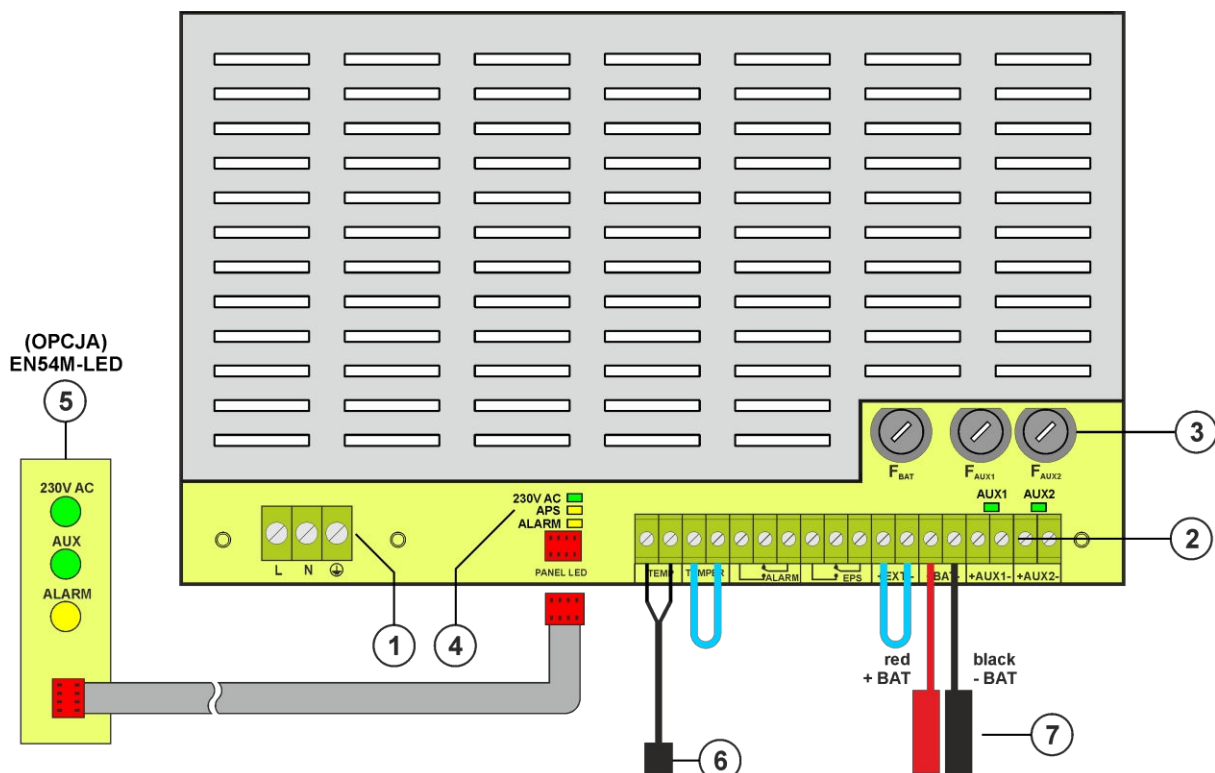

Fig. 2. Vista del modulo di alimentazione.
Tabella 1. Elementi del modulo di alimentazione (Fig. 2).
①	Connettore di alimentazione a 230 V con un terminale per il collegamento di un conduttore di protezione
②	Morsetti: TEMP – ingresso del sensore di temperatura della batteria TAMPER – ingresso del microswitch antimanomissione Ingresso chiuso = nessuna segnalazione Ingresso aperto = allarme ALLARME – uscita tecnica di guasto collettivo dell'alimentatore - tipo a relè EPS – uscita tecnica di segnalazione di interruzione dell'alimentazione CA aperto = interruzione dell'alimentazione CA chiuso = alimentazione CA - OK EXTi – ingresso guasto esterno Ingresso chiuso = nessuna indicazione Ingresso aperto = allarme +BAT- – terminali per il collegamento della batteria +AUX1- – Uscita di alimentazione AUX1 (- AUX=GND) +AUX2- – Uscita di alimentazione AUX2 (- AUX=GND) ATTENZIONE! Nella Fig. 2 la serie di contatti mostra uno stato a potenziale zero del relè, che corrisponde a un'interruzione dell'alimentazione.
③	Fusibili: F_{BAT} – fusibile nel circuito della batteria, F_{AUX1} – fusibile nel circuito di uscita AUX1, F_{AUX2} – fusibile nel circuito di uscita AUX2, I valori dei fusibili sono riportati nella tabella 4 - "Parametri elettrici".
④	LED – indicazione ottica: 230 V CA – tensione nel circuito a 230 V CA APS – guasto della batteria ALLARME – guasto collettivo AUX1 – Tensione di uscita AUX1 (sul connettore AUX1) AUX2 – Tensione di uscita AUX2 (sul connettore AUX2)
⑤	PANEL LED – il pannello di segnalazione ottica esterno EN54M-LED
⑥	Sensore di temperatura della batteria
⑦	Connettori della batteria; positivo: +BAT = rosso, negativo: -BAT = nero